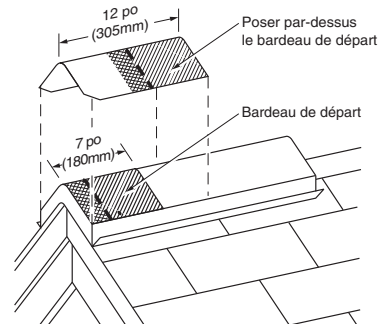

Figure 13-17 : Poser un bardeau de faîte entier par-dessus le bardeau de départ, à égalité avec le bas et les côtés de celui-ci.
2. Commencer à poser les pièces de recouvrement au bas de l'arête ou à un bout ou l'autre du faîte. Poser une pièce de départ dont la section inférieure a été raccourcie de 5 po (12,7 cm) (figure 13-17). Fixer le bardeau de départ au moyen de deux clous plantés à environ 3 po (7,6 cm) du bord du versant et 1 po (2,5 cm) de chacun des côtés. S'assurer que les clous utilisés pénètrent d'au moins 3/4 po (1,9 cm) dans la dalle ou traversent celle-ci.
3. Poser une pièce de recouvrement entière par-dessus le bardeau de départ (figure 13-17) et planter des clous à 5 5/8 po (14,3 cm) en haut du bord inférieur exposé et à 1 po (2,5 cm) de chacun des côtés. Les clous ne doivent pas rester à découvert et ils ne doivent pas percer la surface des bardeaux.